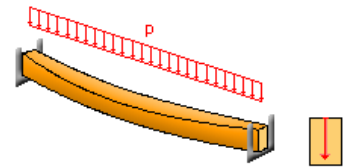

Figure 8
- En situation normale, vous avez le choix entre : Traction axiale, compression axiale, compression transversale locale ou oblique, flexion avec traction ou compression, cisaillement, torsion, stabilité au flambement, stabilité au déversement (Cf. figure 8).